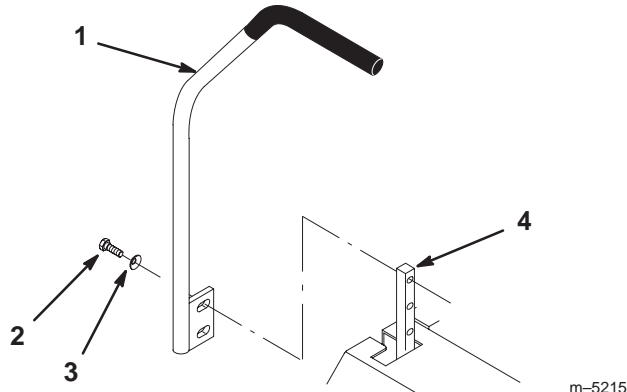

Bild 14
1. Entfernen Sie die beiden Schrauben und Wellenscheiben, mit denen der Schalthebel am Schalthebelarm befestigt wird (Bild 14).
2. Setzen Sie den Schalthebel in die nächste Lochposition. Befestigen Sie den Hebel mit den beiden Schrauben und Wellenscheiben. Sie müssen die kappenförmige Seite der Wellenscheiben in Richtung Schalthebelarm einführen (Bild 14).